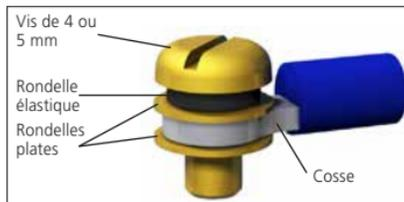

Fig. 7.5.1
**⚠ Afin de garantir des raccordements électriques sécurisés, il est important que les rondelles soient utilisées comme indiqué à la figure 7.5.1. Dans le cas contraire, les raccordements pourraient se desserrer et les vis se détacher des cosses. Des rondelles élastiques doivent être utilisées. Le couple de serrage des vis ne doit pas dépasser 1,5 Nm (1,1 lbf.ft).**